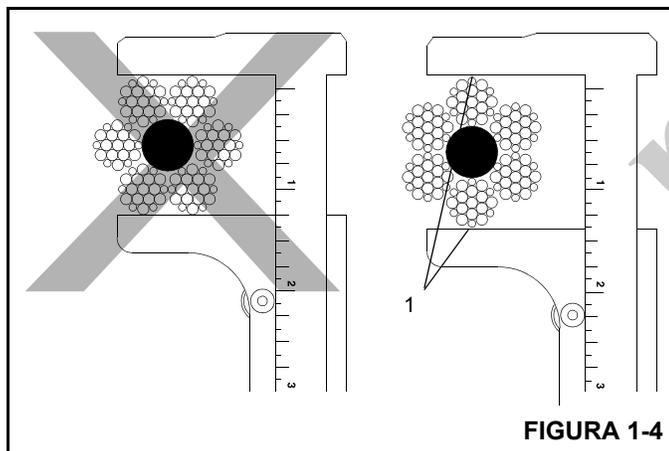

FIGURA 1-4
- Meça o diâmetro do cabo entre as coroas (1) dos cordões ao determinar se o cabo está danificado (Figura 1-4).